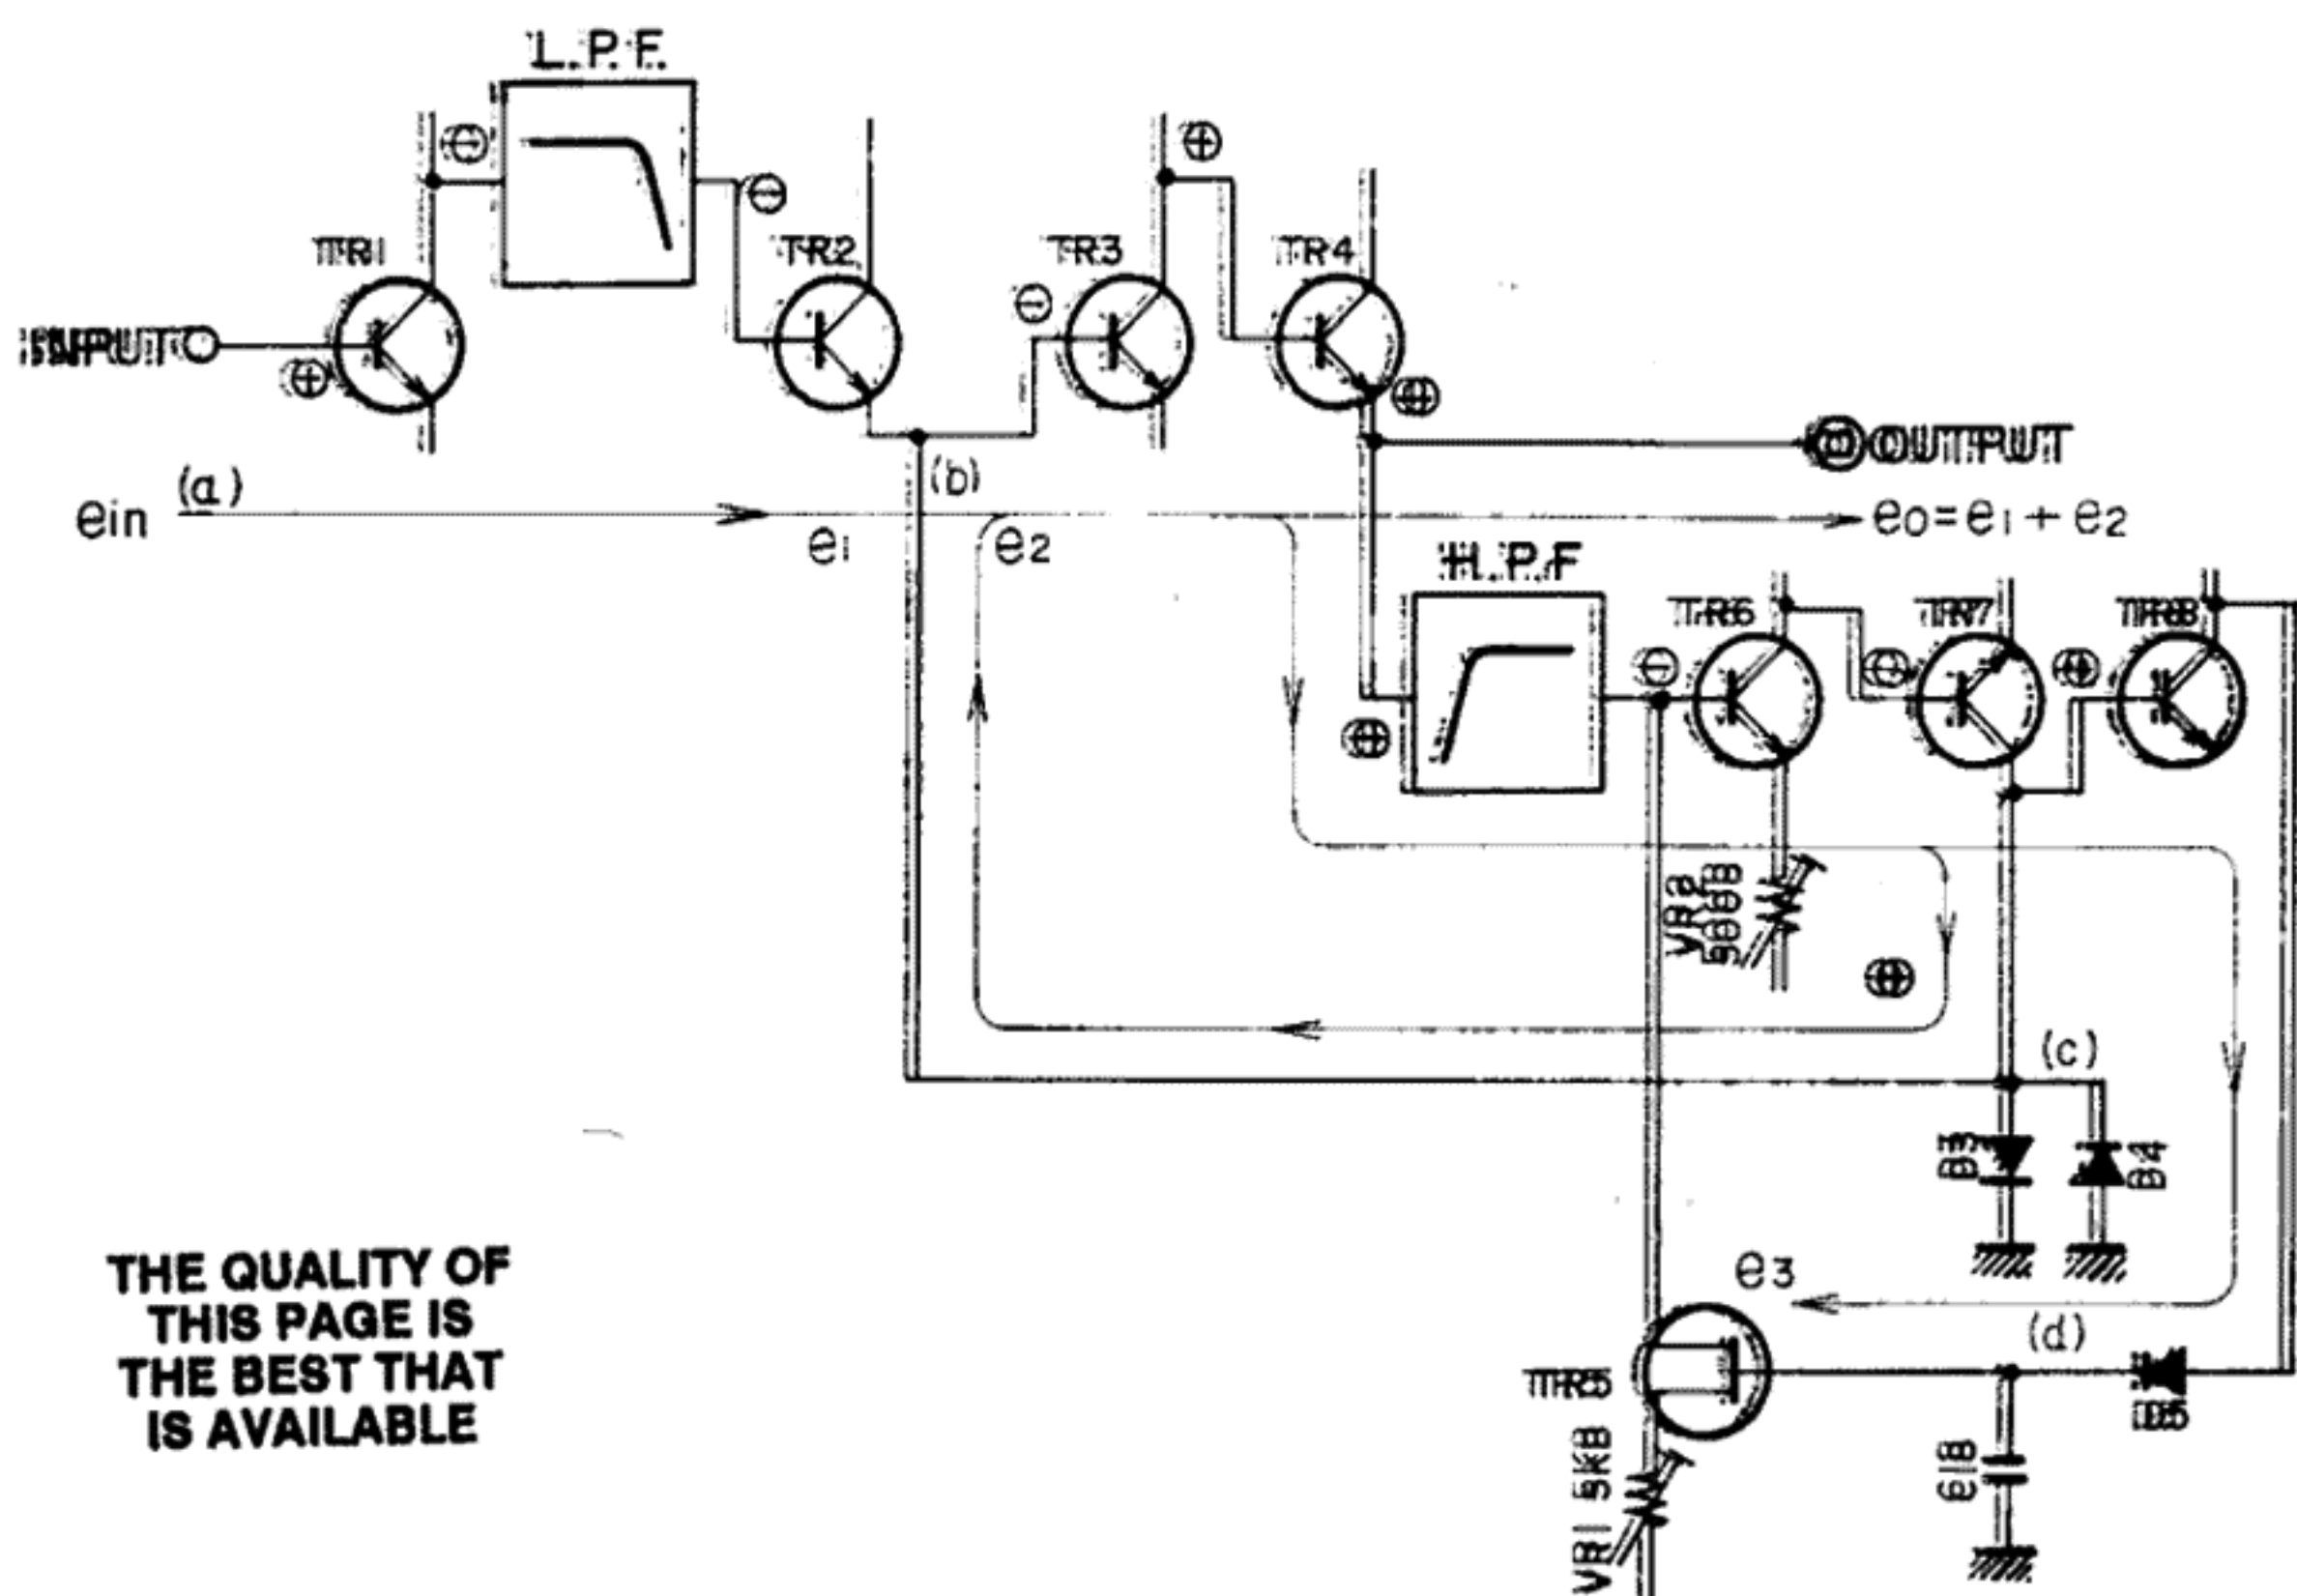

Fig. 29
2. PLAYBACK DOLBY NR CIRCUIT OPERATION (Figs. 29 and 30)